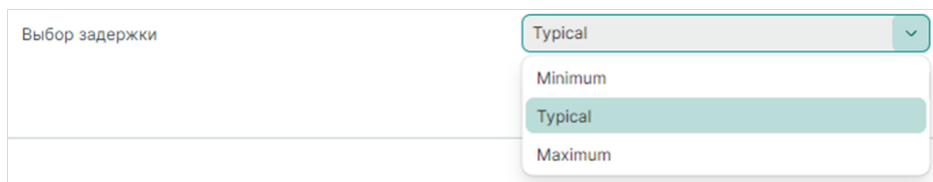

Рис. 134 Выбор режима задержки
- «Выбор задержки» – выбор режима задержки. Зависит от наличия соответствующих директив в файлах Verilog-проектов, см. Рис. 134.